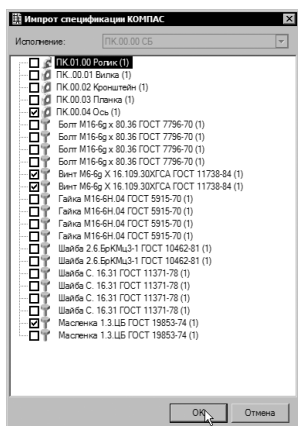

Рисунок 105
15. Снимите галочки так, как показано на рис. 105, и нажмите кнопку **ОК**. Выбранные элементы были переданы на вкладку **Комплектование**.